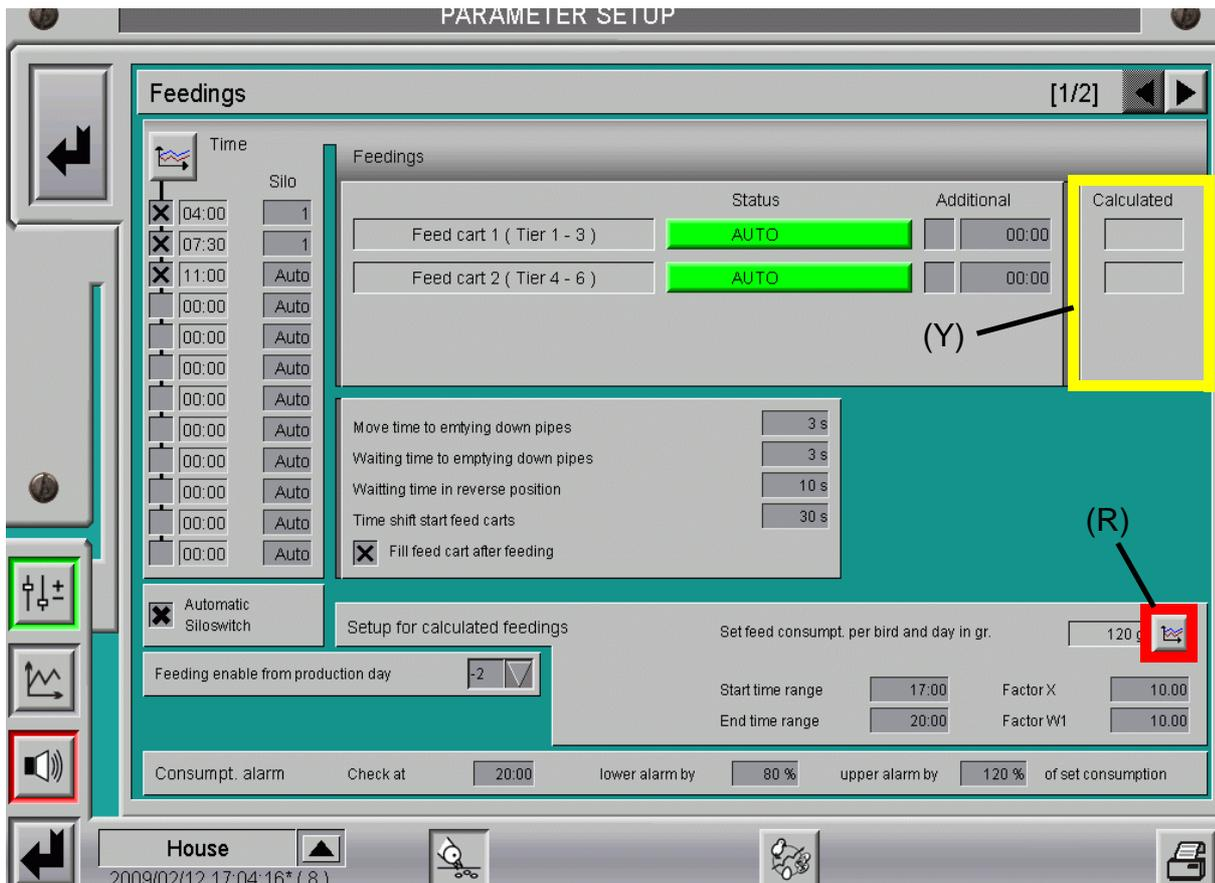

Ilustración 4-6: Ajuste para la última alimentación calculada automáticamente
En el área marcada en amarillo (Y) de la ilustración 4-6, se muestra la tabla "Calculados", donde el ordenador entra el último tiempo de alimentación calculado para cada grupo. Estos tiempos no son modificables, dado que se trata de valores automáticos calculados por el ordenador.
Para ajustar el pienso teórico deseado en la nave, tal y como lo muestra la ilustración 4-6, se debe hacer clic en el botón con el símbolo de curva, marcado en rojo (R).